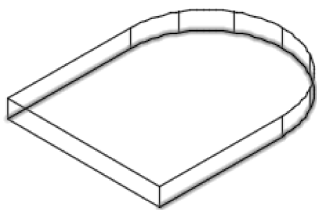
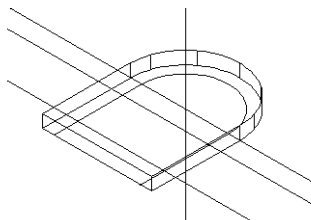

图 13-93 选取复制的边线
图 13-94 偏移辅助线
(4) 单击“三维工具”选项卡“实体编辑”面板中的“复制边”按钮，如图 13-93 所示，选取实体底边，在原位置进行复制。
(5) 单击“默认”选项卡“修改”面板中的“编辑多段线”按钮，将复制的实体底边合并成一条多段线。
(6) 单击“默认”选项卡“修改”面板中的“偏移”按钮，将多段线向内偏移 7。
(7) 单击“默认”选项卡“绘图”面板中的“构造线”按钮，过多段线圆心绘制竖直辅助线及 45°辅助线。
(8) 单击“默认”选项卡“修改”面板中的“偏移”按钮，将水平辅助线分别向左偏移 12 及 40，如图 13-94 所示。